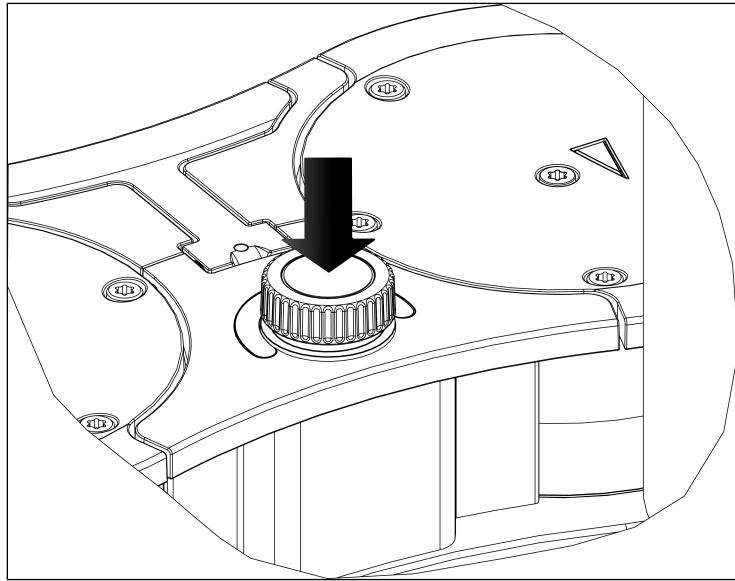

Fig. 9: Avvio ed arresto della modalità pompaggio del sistema per vuoto con il pulsante / la manopola
- Avviare la modalità pompaggio del sistema per vuoto premendo il pulsante / la manopola (vedere Fig. 9).